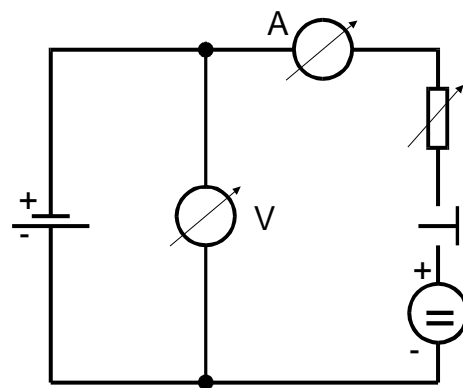

Abb.3: wie Abb.2 jedoch mit Verwendung einer Gegenspannung
- c) Man lege eine Gegenspannung an die Monozelle (siehe Abb.3), die ca. 2 V größer ist als  $U_0$ . Es wird dann ein Strom in umgekehrter Richtung durch die Schaltung fließen. Die Klemmenspannung beträgt jetzt